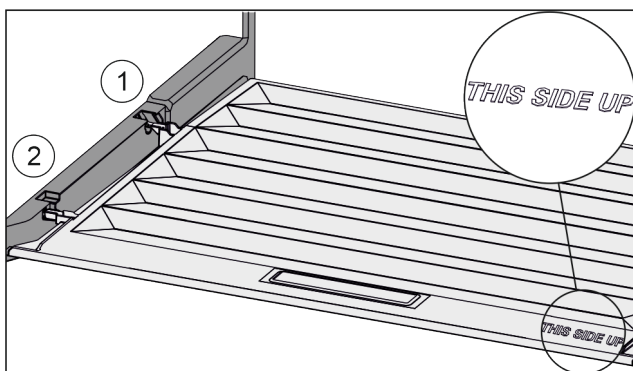

Fig. 138
- ▶ Skyv inn dekseltrinn via åpningen til bakre holder Fig. 138 (1) og klikk dem på plass i fremre holder Fig. 138 (2).